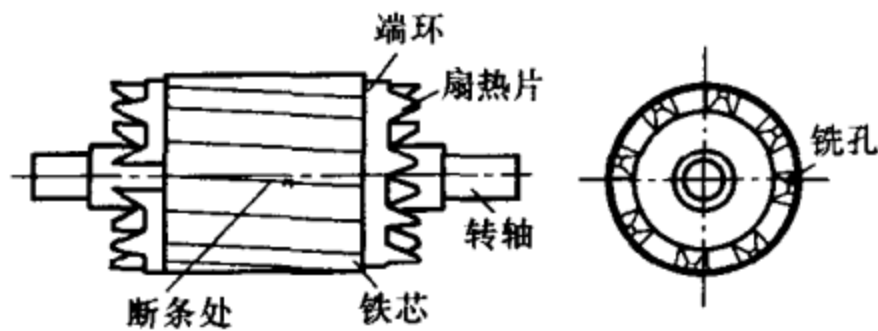

图 1-11 转子断条的端部处铣孔示意图
- (1) 拆开电机, 取出转子, 用电磁感应法准确地确定鼠笼导条断裂的位置, 并做上明显标记。
- (2) 在铣床上用立铣刀将转子断裂导条的端部处铣一缺口, 露出槽形孔, 如图 1-11 所示。若有几根导条断裂, 则需铣几个孔。
- (3) 在钻床上用深孔钻头 (一般的钻头接长) 沿着断条槽钻穿, 钻头直径略小于导条直径。
- (4) 用与钻头直径一样大小的轧制铝条 (性能比铸铝优良) 镶入已被钻穿的断条槽中, 两端各留出 5mm 作为焊接用。
- (5) 采用氩弧焊 (或气焊) 将铝条牢牢地焊在端环上。若采用气焊, 则需注意不要把周围的扇热片熔化掉。
(6) 进行静平衡校验，如有条件再作动平衡校验。